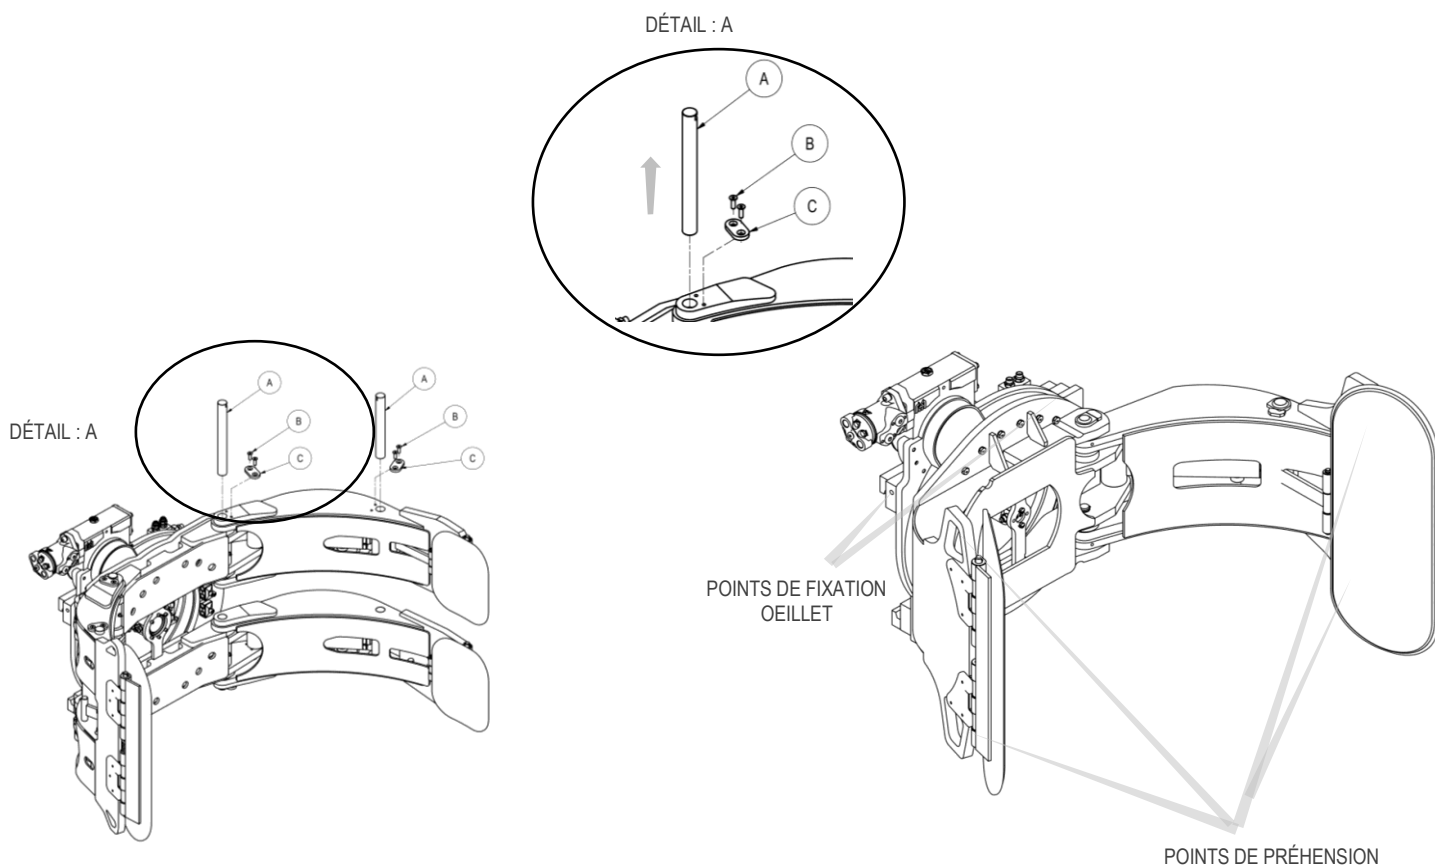

Figure 2
2. Retirer l'équipement du chariot en utilisant les points de préhension indiqués dans Figure 2 ;
3. Sécuriser l'équipement en utilisant les points de préhension indiqués dans Figure 2 ;
4. Avec la clé appropriée, dévisser les vis « B » et retirer la goupille « A » comme indiqué dans le détail A Figure 2 et le détail B Figure 2. Dans le détail, la goupille de fixation du vérin supérieur à la structure fixe est indiquée ; Effectuer l'opération également sur les autres mâchoires présentes.